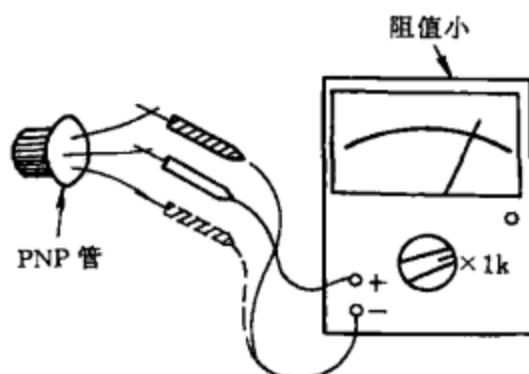

图 4-18
(2) 检测 PNP 管如图 4-18 所示, 先用红表笔接某一引脚, 黑表笔分别接另外两引脚, 测得两个电阻值。再将红表笔换接另一引脚, 重复以上步骤, 直至测得两个电阻值都很小, 这时红表笔所接的是基极 b。改用黑表笔接基极 b, 红表笔分别接另外两引脚, 测得两个电阻值都应很大, 说明被测三极管基本上是好的。